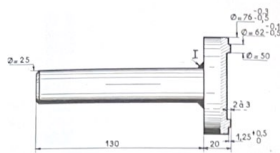

Fig. 5.9.—Util MR-3676-10 para colocar los retenes en los cubos de ruedas delanteras.
c) Colocar el retén (12) en el anillo-tuerca (4). La jaula del retén debe estar posicionada de tal modo que quede retirada de 1,25 a 1,35 mm de la cara de apoyo del anillo-tuerca, con el fin de que dicha jaula no roce con el rodamiento.
Colocar en el cubo el retén (3), que debe estar retirado de 1,25 a 1,35 mm con respecto al collarín de apoyo del rodamiento. (Util MR 3676-10, fig. 5.9, para el montaje de los dos retenes).
e) Recubrir el rodamiento (21) con grasa especial de rodamientos y colocarlo en el mandrinado del pivote por medio del útil MR 3676-10 (fig. 5.9), presionando sobre la pista exterior del rodamiento.